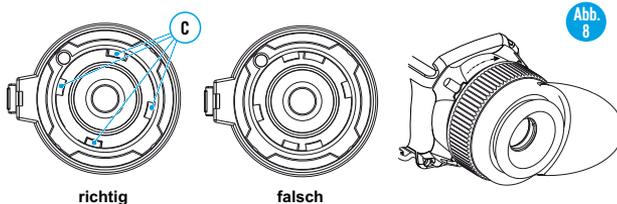

Abb. 8
- Vor der Montage des Okulars vergewissern Sie sich, dass die oberen Vorsprünge (C) mit den unteren gelben Vorsprüngen zusammenfallen. (Abb.8).
- Setzen Sie das Okular ins Gehäuse des Gerätes, drehen Sie den Haltering (5) des Okulars im Uhrzeigersinn.